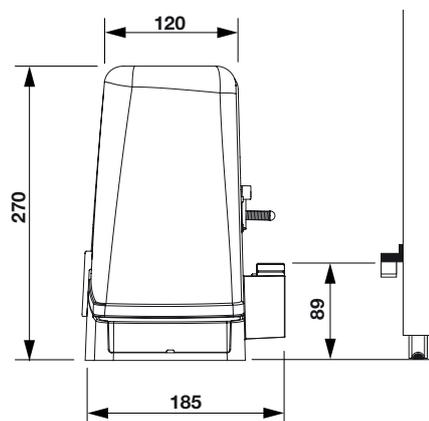

Fig.3
- Con riferimento alla Fig.3, verificate gli ingombri massimi e minimi indicati nelle quote A e B.
In fig.3 sono indicate le principali dimensioni di ingombro del motoriduttore completo di guida.